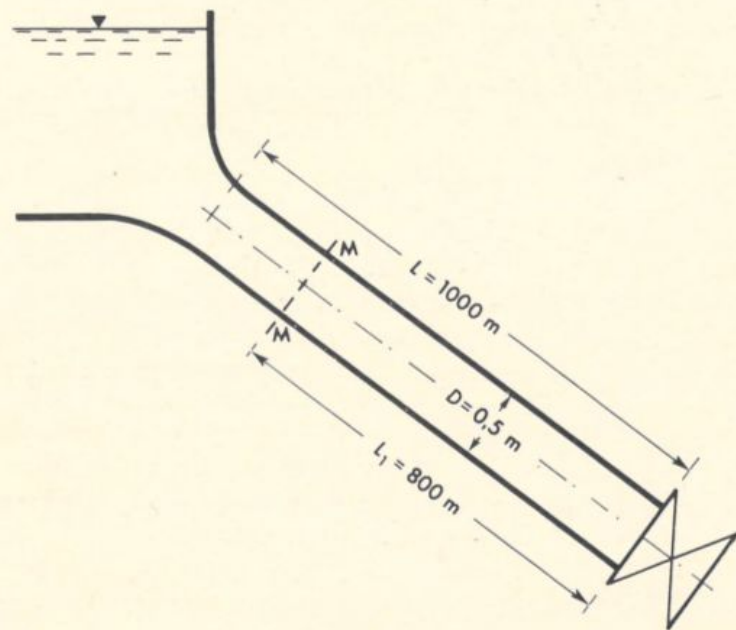

FIG. 9.28
9.2 L'otturatore della condotta di fig. 9.28 si chiude in $T_c = 0,8$ s con variazione lineare della velocità; la condotta è in acciaio con spessore costante $s = 8$ mm;